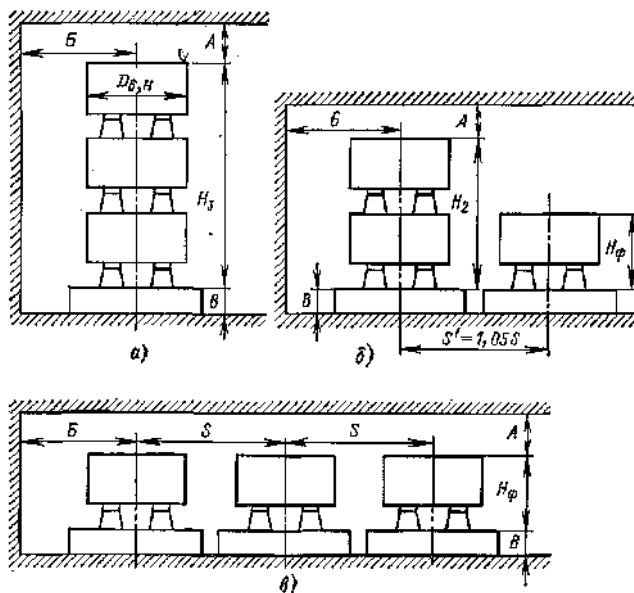

Рис.4. Способы монтажа реакторов
изолированы друг от друга, намотаны на специальный каркас и укреплены в бетонных колоннах (2), которые предотвращают их смещение под действием собственной массы и электродинамических усилий при протекании токов КЗ. От заземленных конструкций, а при вертикальной установке — и от соседних фаз, реакторы изолируются с помощью опорных изоляторов (3). Бетонные реакторы выпускаются на номинальные токи до 4000 А и изготавливаются для вертикальной (рис.4,а), горизонтальной (рис.4,б) и ступенчатой установки (рис.4,а).